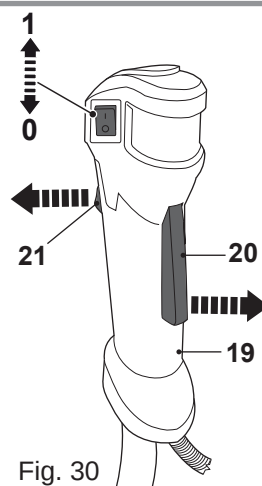

Fig. 30
- > Relâchez la manette de blocage [20] et l'accélérateur [21], puis laissez l'appareil tourner à vide pendant 10 à 15 secondes (Fig. 30).